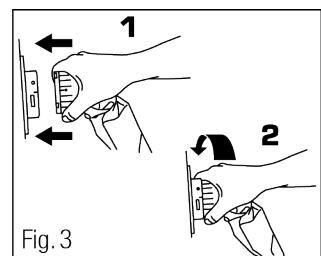

Fig. 3
5. Fest lufttilførelsslangen til strømenheten ved å justere den svarte linjen på lufttilførelsslangekoblingen med den svarte linjen på strømenhetens kontakt og skyve sammen. Roter madrasslangekoblingen med klokken til den grønne indikatoren fyller indikatorhullet på strømforsyning-skoblingen (fig. 3).